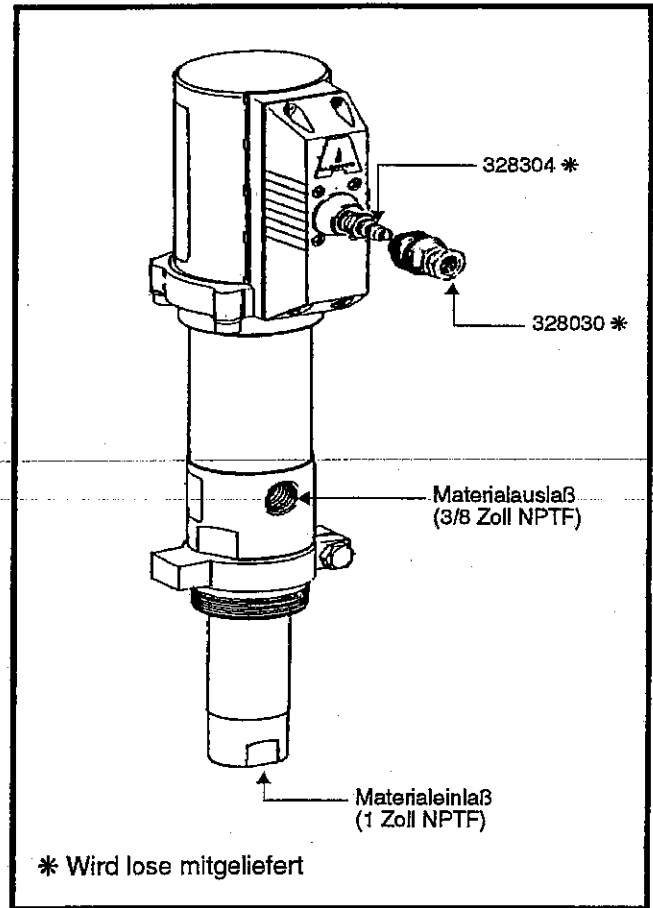

Abbildung 1
1. Die Kupplung 328030 trennen, und den Adapter 328034 von der Luftmotorbaugruppe (siehe Abbildung 1) entfernen.